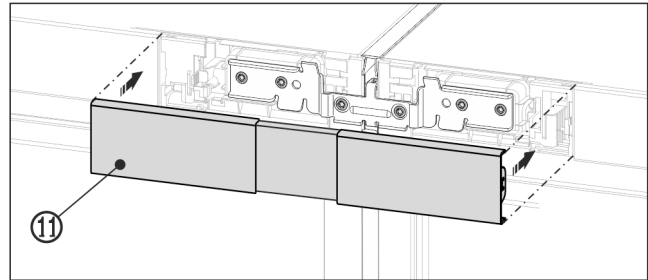

Fig. 20 Beispielhafte Darstellung
- Obere Abdeckung Fig. 20 (11) auf den noch offenen Zwischenraum der beiden Bedienteilblenden aufrasten. Darauf achten, dass die Aussenseiten der Abdeckung bündig mit den Bedienteilblenden abschließen.